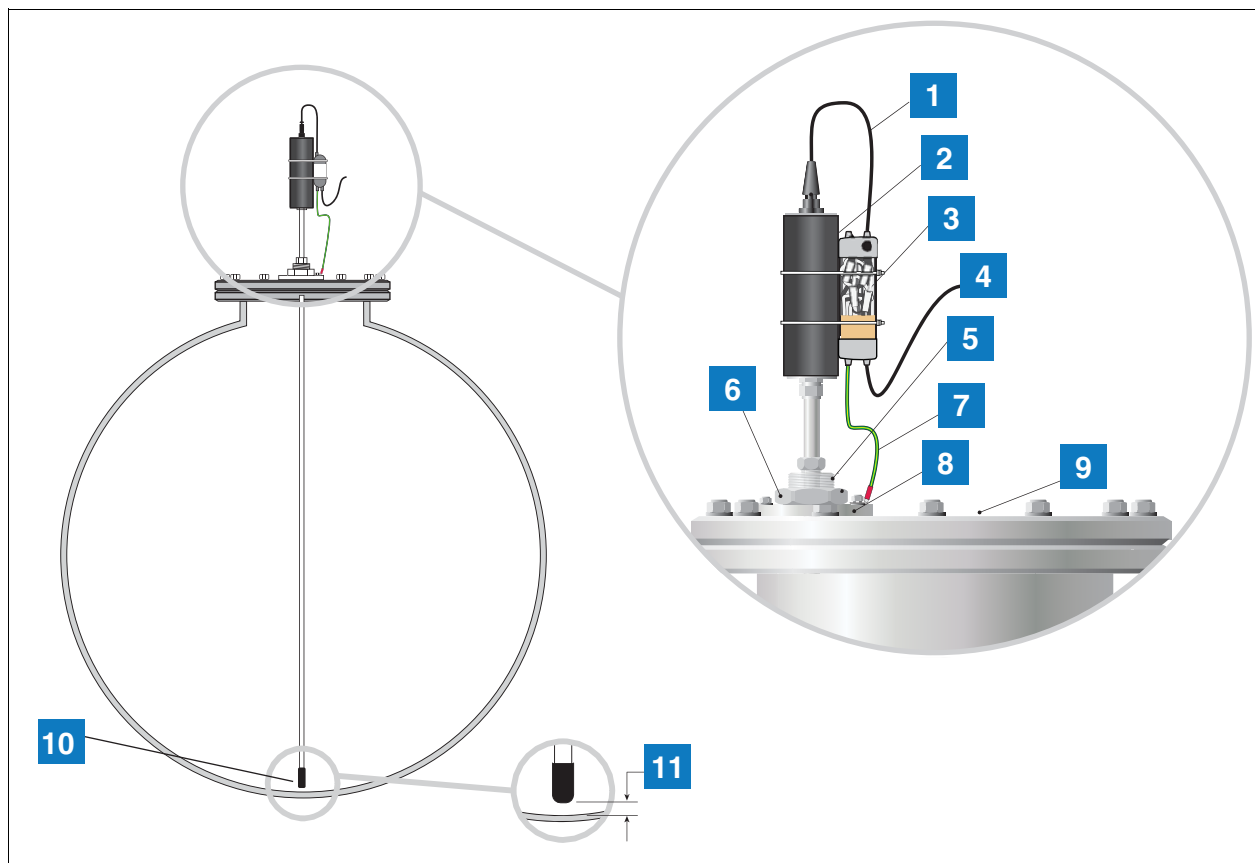

Figura 6 Installazzjoni tas-Sonda Mag taż-Żona 1 b'Konnessjoni tal-Proċess (Glandola)
Ċerti installazzjonijiet jistgħu jeħtieġu arrangament differenti ta' mmuntar tas-sonda li jikkonsisti f'konnessjoni tal-proċess (glandola) immuntata direttament mal-għatu tat-tank kif muri f'Figura 6 Iridu jiġu pprovduti tapping iddedikat jew flang adattat jew threads li huma tapped G2 inch 11 għal kull pulzier għal DIN 2999 (BS2779). Qabel ma tinstalla jew tagħmel manutenzjoni għas-Sonda Manjetostrittiva, neħhi d-dawl input AC li diehel fil-Console ta' TLS u ara li l-console hija mitfija. Matul il-manutenzjoni, aqla l-kejbil tas-sonda u neħhi s-sonda mit-tank.
1. Ara Figura 6 sabiex tara x'għodda għandek bżonn biex tlesti din l-installazzjoni.
7. Qabbad il-kejbil leader tas-sonda mal-wajers tal-kamp billi tuża kaxxa ta' ġunzjoni li tiflaħ għat-temp jew protettur kontra vultaġġ għoli b'kanal doppju fakultattiv (P/N 848100-002) kif muri fil-Figura 6.
TIFSIRA GHALL-KAXXI B'NUMRU F'Figura 6